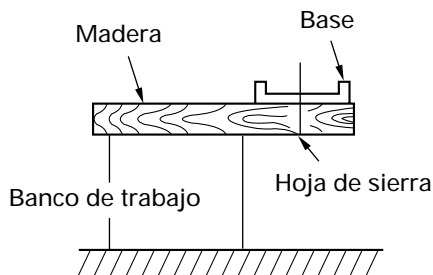

Fig. 7
7. Prepare un banco de trabajo de madera (Fig. 7).